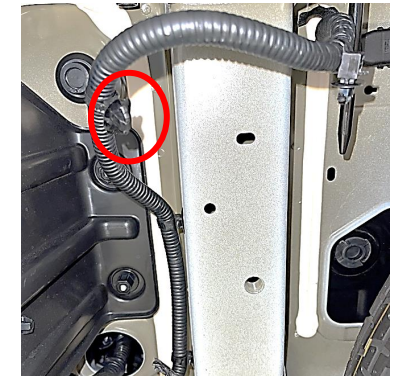

Figura 2
- Bajar el escape:** Con una herramienta para extraer el colgante del escape, bajar el silenciador del escape quitando (3) colgantes de goma más posteriores. Rociar un lubricante o agua jabonosa en los colgantes de goma permite deslizar los pasadores de metal más fácilmente. **NOTA: Tener cuidado de que el escape esté apoyado correctamente antes de quitar los colgantes de goma.**
- Quitar el clip del arnés eléctrico:** Con una herramienta de molduras plásticas, quitar (1) el clip del arnés eléctrico de la parte inferior del larguero del bastidor en el lado del conductor, consultar la Figura 2.
3. Quitar el clip del arnés eléctrico: Con una herramienta de molduras plásticas, quitar (1) el clip del arnés eléctrico de la parte inferior del larguero del bastidor en el lado del conductor, consultar la Figura 2.